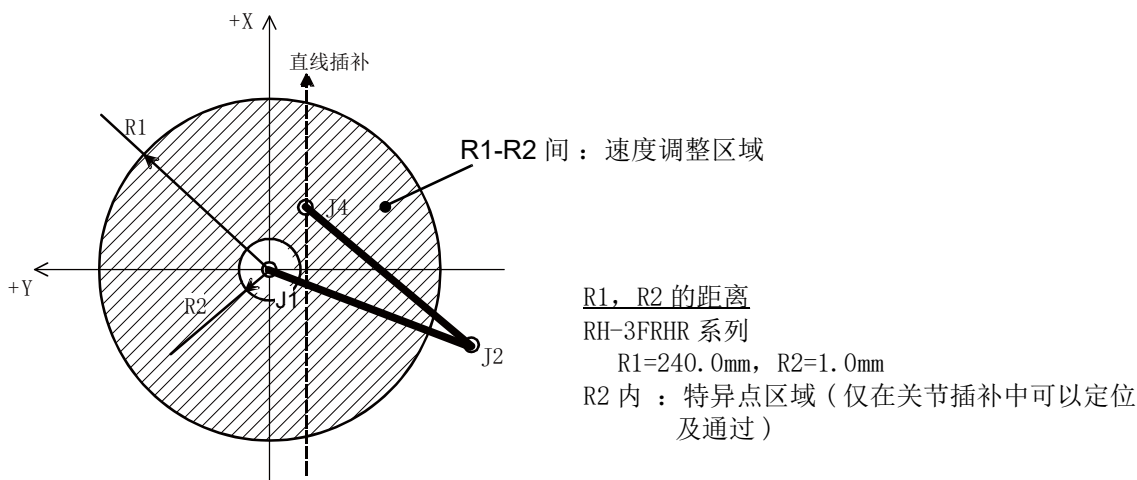

图 4-40：速度调整区域与特异点区域
此外，即使速度调整功能有效，J4 轴不通过“图 4-40 速度调整区域与特异点区域”所示区域的直线插补的情况下，也不起作用。
- (5) 执行 End 指令、程序复位操作后，速度调整功能的状态即返回电源接通后的初始状态。
- (6) 速度调整功能有效时，若想执行像 J4 轴通过图 4-40 的特异点区域那样的直线插补，则会发生 2804 错误并中断运行。
- (7) 在非对象机型中，即使在程序中记述了本指令，也将被忽略。
- (8) 在 origin 附近将 Cnt 指令设为有效以进行轨迹连接或执行大的姿势变化之类的直线插补动作时，即使速度调整功能为有效，也可能会发生超速错误。该情况下，应使进行轨迹连接的位置远离 origin，或通过 Ovr d 指令等调整速度。
- (9) 水平方向仅略微动作而垂直方向会发生大动作之类的直线插补的情况下，速度调整功能一变为有效，与无效时相比动作速度有可能会大幅降低。该情况下，应将速度调整功能设为无效，或通过关节插补 (Mov 指令) 进行动作。